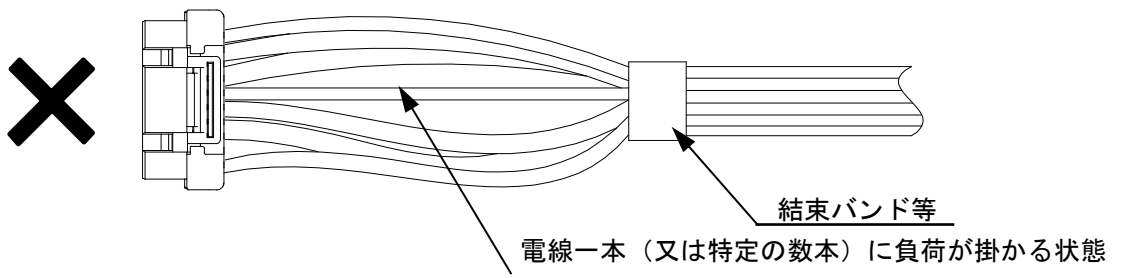

Fig.7-2 不適切なハーネス結束状態
- ② ハーネス品で、電線一本（又は特定の数本）に力が加わらない様にしてください。（Fig.7-2）